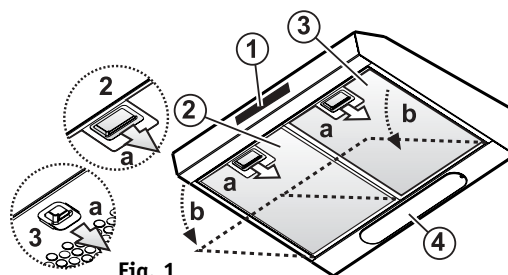

Fig. 1
2. Öppna fläktgallret eller ta ut det självbärande fettfiltret (beroende på vilken modell du har). **Fig. 1 (a-b)**.
2. Öppna fläktgallret eller ta ut det självbärande fettfiltret (fettfiltret skall omedelbart rengöras). **Fig. 1 (a-b)**.